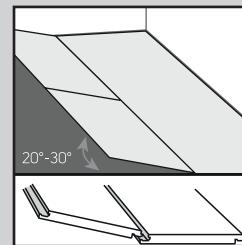
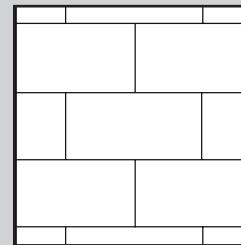
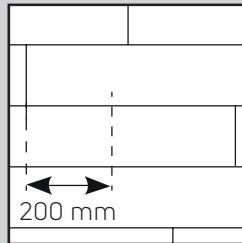

Abb. 3
Abb. 3a
Abb. 3b
- Beginnen Sie die zweite Reihe, indem Sie Feder und Nut ineinander klicken lassen – halten Sie hierzu die Fliese oder Diel in einem Winkel von etwa 30° und drücken Sie die Fliese oder Diel fest in die Nut der ersten Reihe. Verlegen Sie jetzt die nächste Diel/Fliese, indem Sie Feder und Nut der kurzen Seite zusammenfügen. Fügen Sie nun Feder und Nut der langen Seite zusammen, indem Sie die Dielen/Fiesen zusammen anwinkeln (Abb. 3). Fliesen und Dielen sollten „versetzt“ verlegt werden, sodass niemals vier Ecken aufeinandertreffen (Abb. 3a und Abb. 3b).